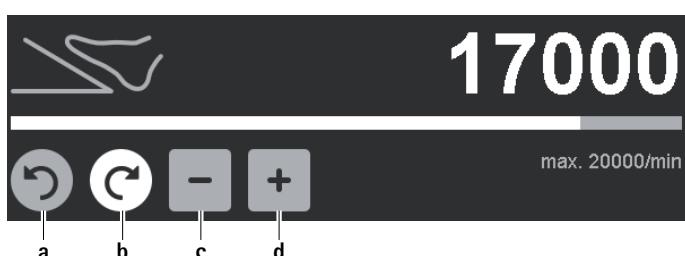

Fig. 6 Ändra den övre varvtalsgränsen/rotationsriktningen
- Ändra rotationsriktning: Aktivera den inaktiva, grå rotationsriktningsknappen för högerrotation/vänsterrotation a/b, se Fig. 6. Rotationsriktningen ändras från högerrotation till vänsterrotation och tvärto. Ändring av övre gräns för varvtalsområde: Aktivera knapparna för sänkning/höjning av övre varvtalsgräns c/d. Den övre varvtalsgränsen sänks/höjs stegvis.